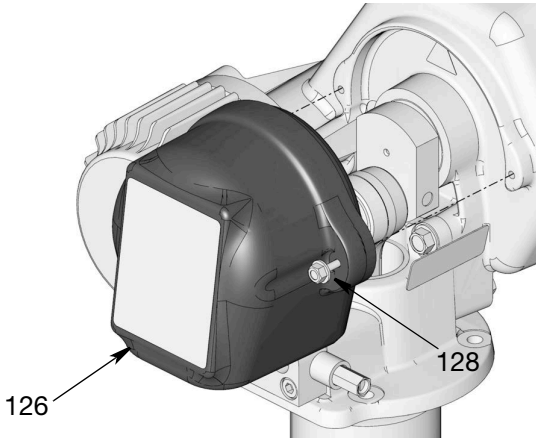

図 10
- リザーバを充填する前に、適切な操作を確保するために、ブリーザー (J) ベントをチェックしてください。
- オーバーフローポート (H) を開いてからリザーバを充填し潤滑剤レベルを目視確認します。
- リザーバをオーバーフローポート (H) を越えて充填しないでください。
- ボルト (128) を使ってカバー (126) を取り付け直します。レンチを使用してボルトをしっかりと締め付けます (図 10)。